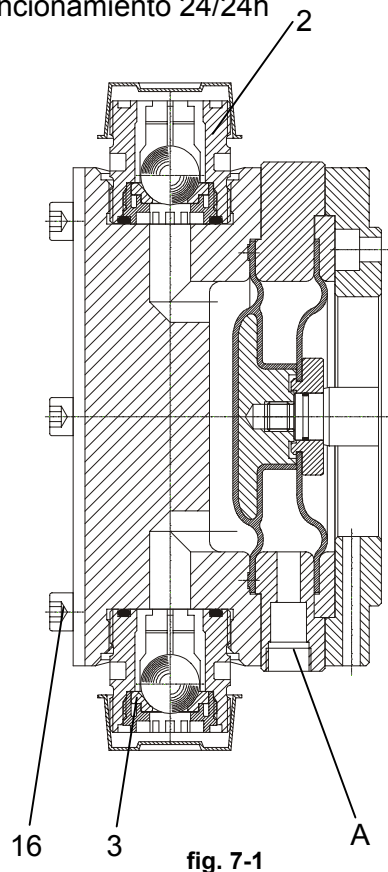

fig. 7-1
NOTA: Después de 24 horas de funcionamiento, los tornillos del cabezal deben reapretarse en diagonal aproximadamente a 12 Nm (Ver sección 7 *Mantenimiento*, página 21, fig.7-1)
- Limpieza en las válvulas de aspiración (pos. 3) y de impulsión (pos. 2) (fig. 7-1)
- Ausencia de fugas en el agujero A (fig 7-1) si existen puede estar rota la membrana
- Correcto apriete de los tornillos del cabezal (pos. 16) a 12 Nm (fig. 7-1)